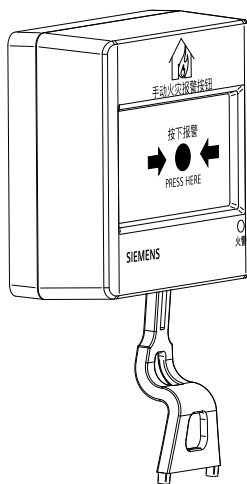

图 9
- 通过钥匙复位操作面板，手报即可恢复到正常工作状态(见图 9)
3. 如图 9 所示将钥匙从底部插入，使操作面板复位。